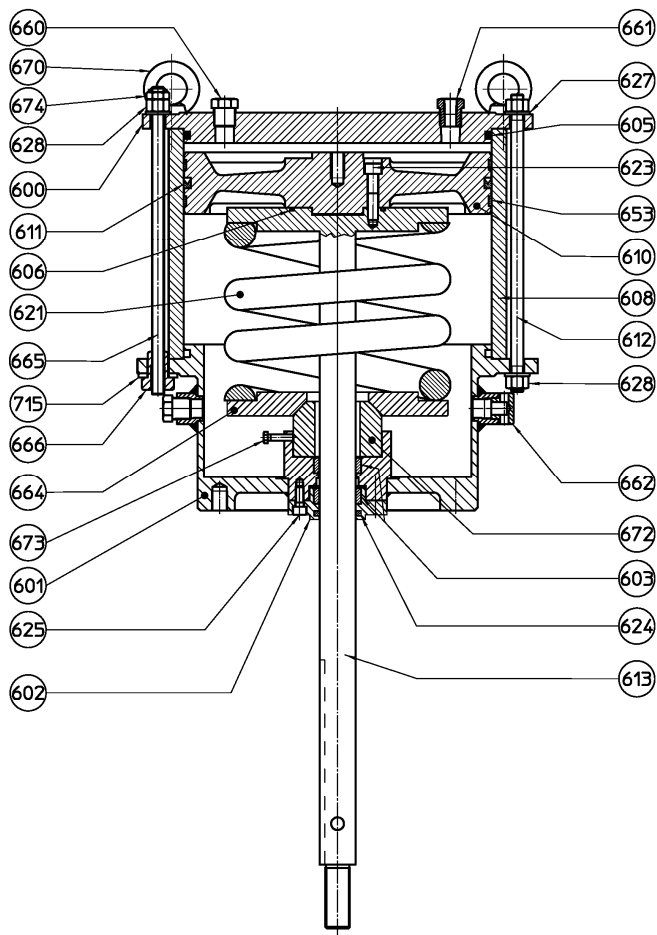

Fig. 1
- 3.7 Togliere le viti (540) e sfilare l'attuatore dalla valvola servendosi degli appositi golfari (670).
4. SMONTAGGIO DELL'ATTUATORE (Fig. 1)
6. SMONTAGGIO DEL CILINDRO (Fig. 1)
- 6.10 Togliere le viti (625), il coperchietto (602) e la boccola di guida (603). Solo in caso di sostituzione, estrarre la guarnizione in feltro (624), utilizzando un piccolo utensile a gancio.
7. RIMONTAGGIO DEL CILINDRO (Fig. 1)